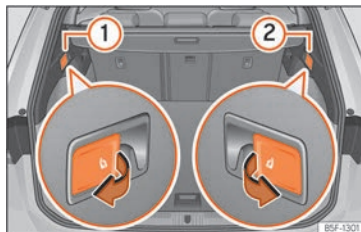

Fig. 120 Dans le coffre à bagages : Leviers de déverrouillage du dossier arrière.
- Tirez le levier de déverrouillage à distance de la partie gauche » fig. 120 ① ou droite ② du dossier dans le sens de la flèche. La partie débloquée du dossier arrière se rabat automatiquement vers l'avant.